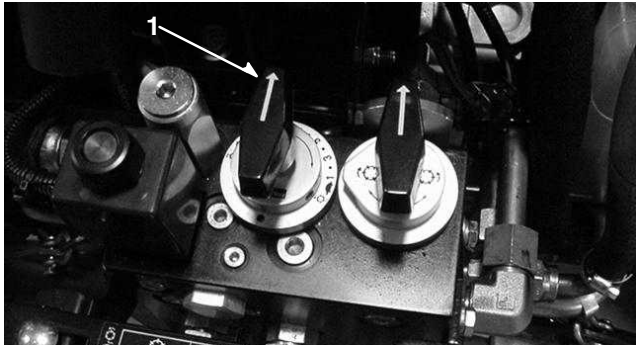

Figure 34
2. Tournez le bouton de commande de vitesse des cylindres (Fig. 34) à la position correspondant au numéro trouvé à l'étape 1.